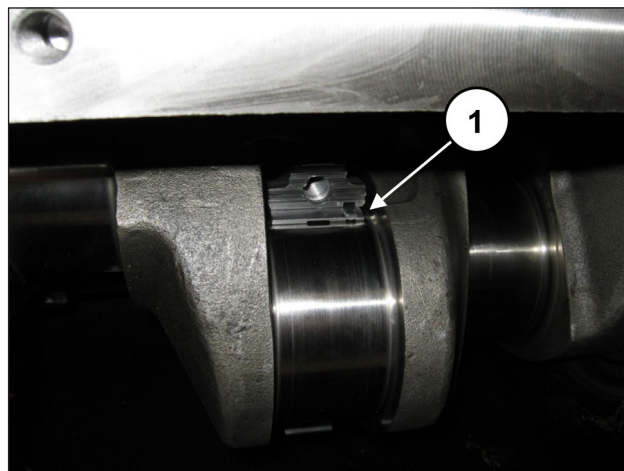

Abb. 65
Setzen Sie die oberen Lagerschalen zwischen Pleuelstange und Welle ein (Pos. ①, Abb. 65).